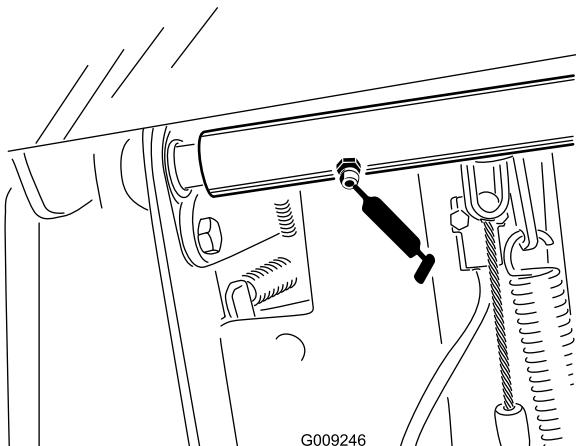

Figura 37
- Cuscinetti orientabili dell'albero del freno (2) (Figura 37)